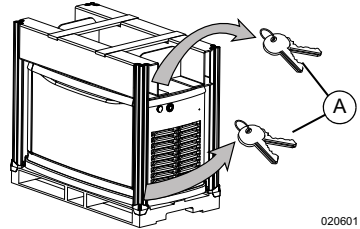

Figura 2-1. Gerador em engradado com chaves
2. Consulte Figura 2-1. Remova e prenda as chaves (A). Um conjunto de chaves está preso à folha de papelão na parte superior da unidade. Um conjunto adicional está preso ao suporte de paletes na extremidade de entrada frontal da unidade. Remova as chaves do papelão e do suporte de paletes. Retire os suportes da embalagem.